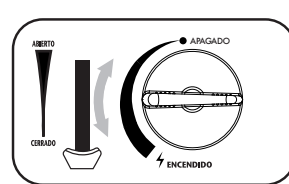

fig. 5
6. Ajuste el mando de control a la posición requerida. (fig.5) ¡Nunca ajuste la palanca del cartucho (6) a la posición "ABIERTO" durante el uso!